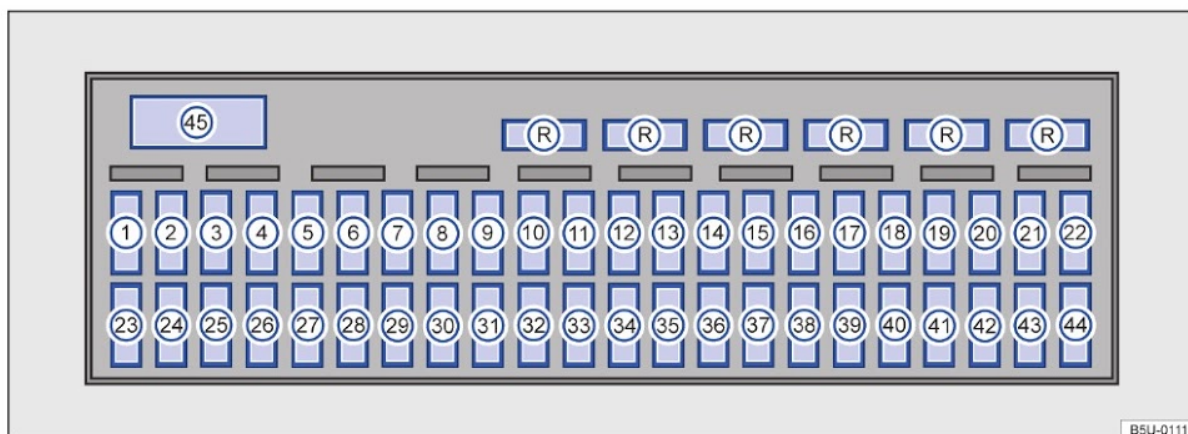

Fig. 119 Caixa de fusíveis.
A Volkswagen recomenda manter sempre no veículo alguns fusíveis de reserva, que podem ser alojados na parte superior da caixa de fusíveis → Fig. 119 (R) (como, por exemplo, fusíveis de 5 A, 10 A, 15 A, 20 A, 25 A e 30 A para veículos sem ar-condicionado ou 40 A para veículos com ar-condicionado).